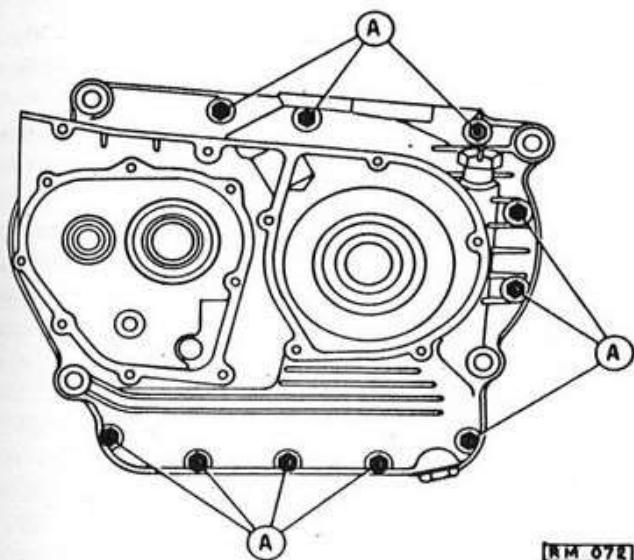

Fig. 72 - Dadi dei prigionieri periferici di chiusura del carter (indicati con A)
- svitare i dieci dadi (A) dei prigionieri che chiudono ancora il carter, (fig. 72).